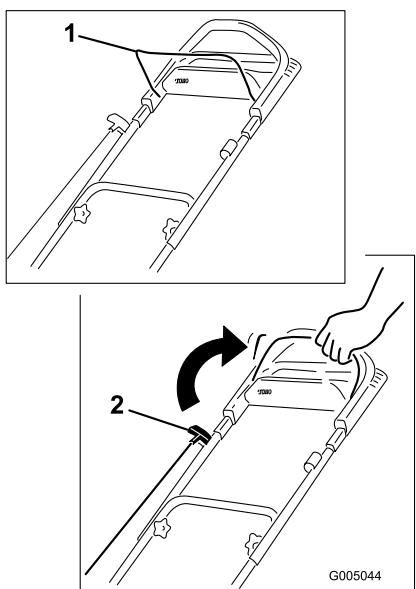

Figura 14
- Sujete la barra de control de la cuchilla contra el manillar (Figura 14).